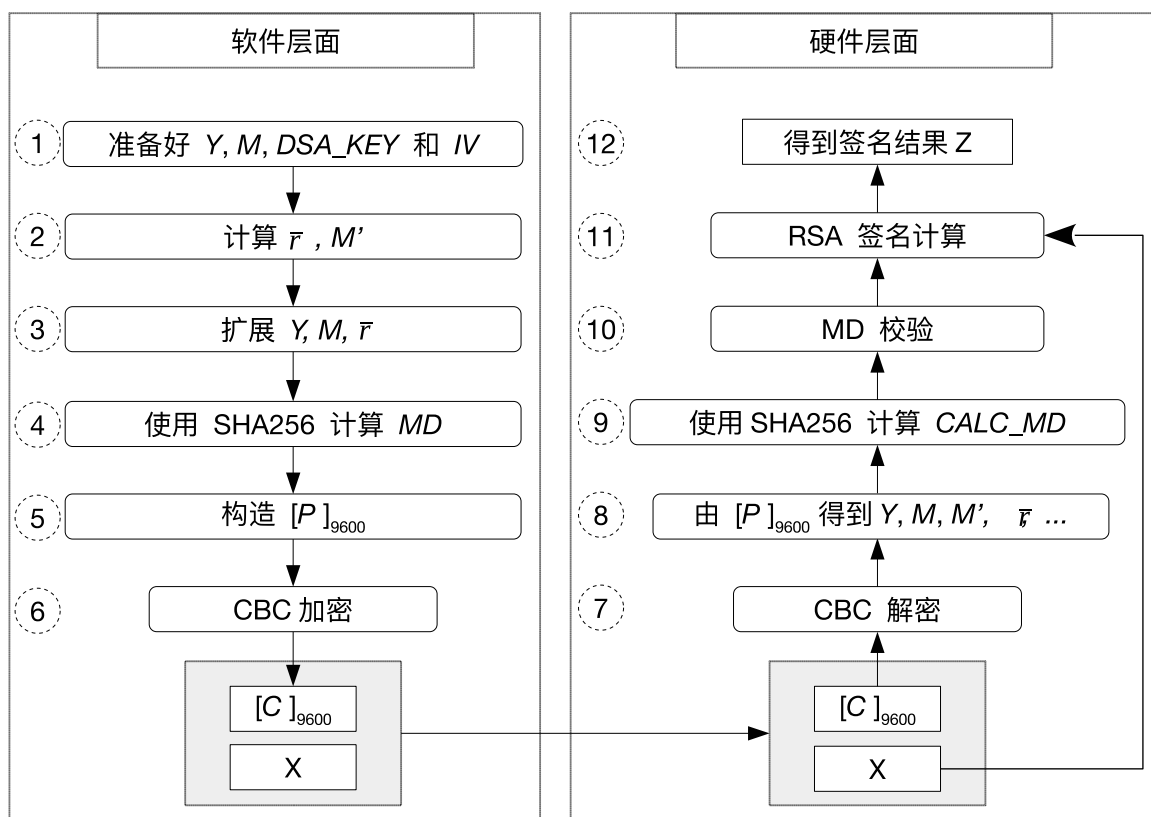

图 21.3-1. 软件准备工作与硬件工作流程
如果用户想使用 DSA 模块进行数字签名, 则需要提前做好软件准备工作, 如图 21.3-1 所示。图中左半部分列出了在硬件开始 RSA 签名计算之前软件需要做的准备工作, 右半部分则列出了硬件在整个签名计算过程中的计算流程。
1. 即便有多次签名计算, 也只需进行一次软件准备工作 (图 21.3-1 左侧), 但每一次签名计算都需要重新进行硬件运算 (图 21.3-1 右侧)。
用户需要依照图 21.3-1 左侧中指定的步骤来计算 C 。详细过程如下:
1. 解析阶段, 即图 21.3-1 中的步骤 7 和步骤 8
解析过程是图 21.3-1 中步骤 6 的逆过程。DSA 模块将调用 AES 硬件加速器以 CBC 块模式对输入的密文信息 C 进行解密, 获取明文信息。该过程可以表示为 $P = \text{AES-CBC-DEC}(C, DSA\_KEY, IV)$ 。其中, IV 就是 $[IV]_{128}$, 由用户直接指定; $[DSA\_KEY]_{256}$ 由:
2. 校验阶段，即图 21.3-1 中的步骤 9 和步骤 10
DSA 模块会执行两种校验操作：MD 校验和填充 (padding) 校验。由于填充校验和 MD 校验同步进行，因此填充校验未在图 21.3-1 中体现。
3. 计算阶段，即图 21.3-1 中的步骤 11 和步骤 12